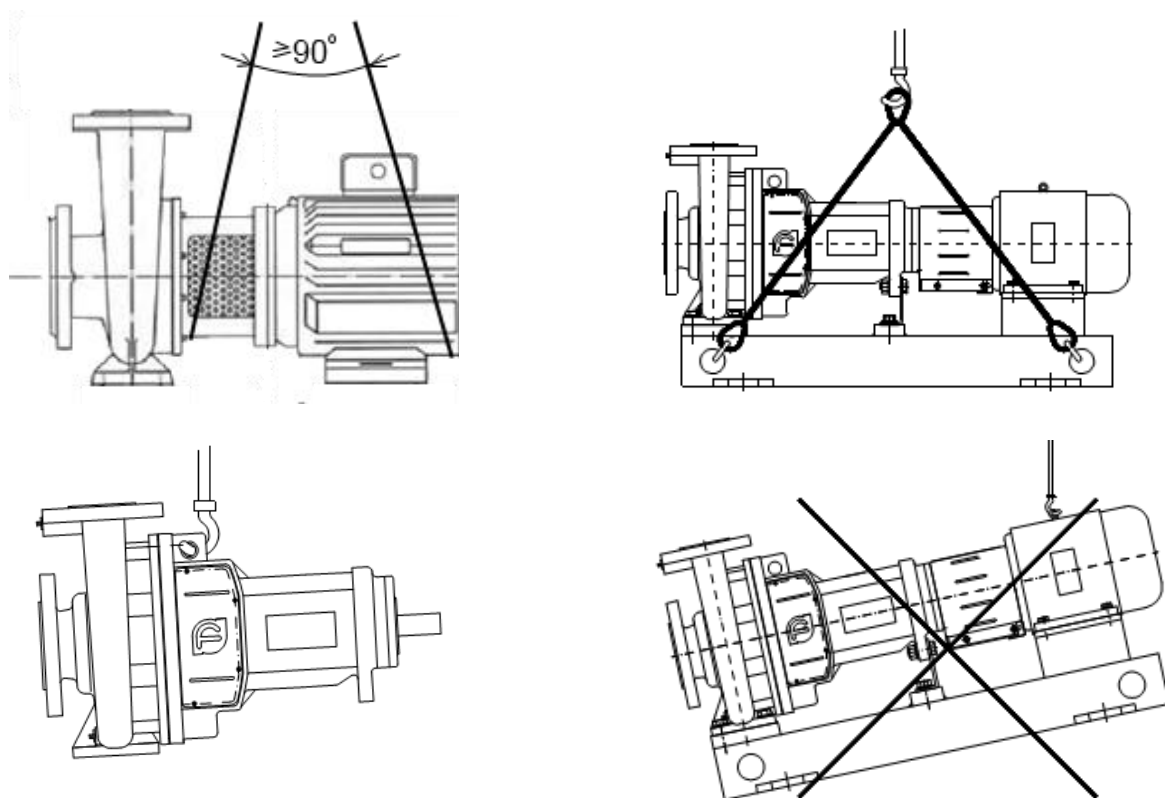

Рисунок 1 - Схема строповки агрегата насосного NES/NESO
ЗАПРЕЩАЕТСЯ ПОДНИМАТЬ АГРЕГАТ ЭЛЕКТРОНАСОСНЫЙ NES/NESO ЗА МЕСТА, НЕ ПРЕДУСМОТРЕННЫЕ СХЕМОЙ СТРОПОВКИ (см. Рисунок 1)!!!
- установить агрегат насосный на заранее подготовленный цементный фундамент (схему строповки см. Рисунок 1).